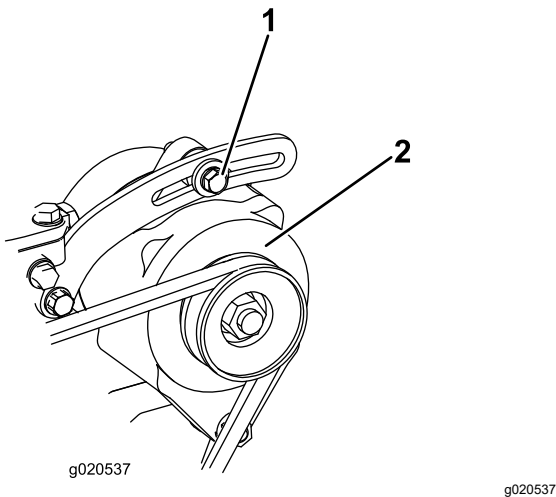

Figure 98
1. Si vous n'obtenez pas une flèche de 10 mm ($\frac{3}{8}$ po), desserrez les boulons de fixation de l'alternateur (Figure 98).